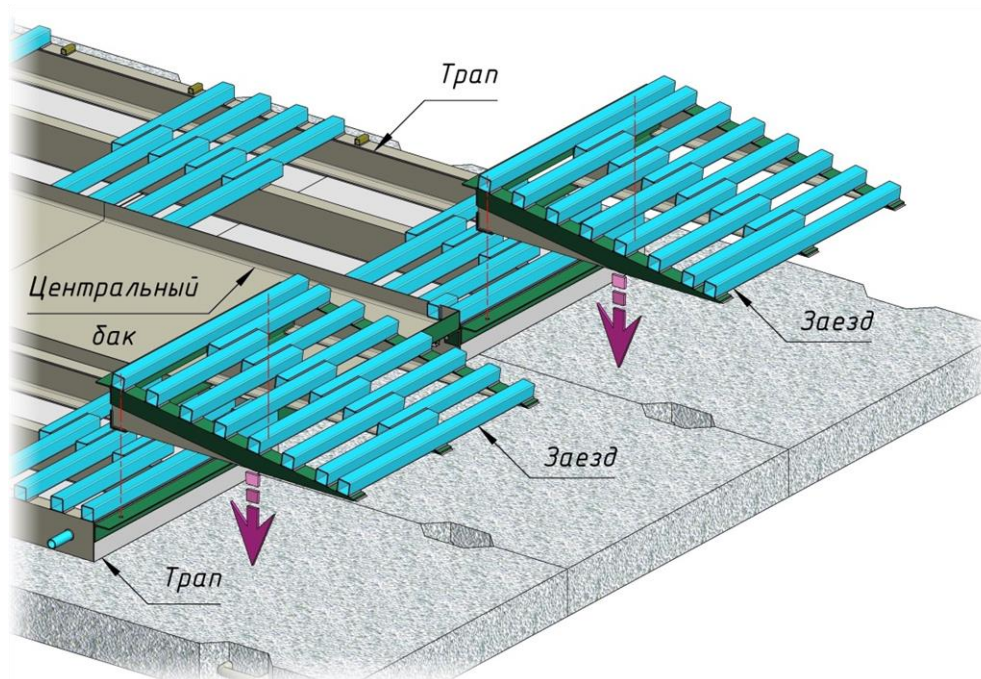

Рисунок 6
- перед смонтированными трапами устанавливаются два заезда, каждый из которых крепится с помощью двух болтов M12x40/гаек M12 (смотри рис. 6);